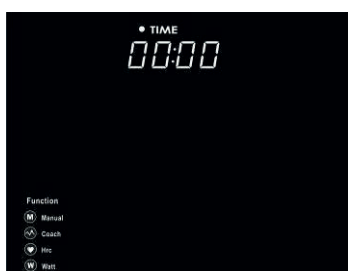

Fig. 3
3. Sélectionnez **MANUAL** pour vous entraîner en mode manuel. Le cas échéant, réglez le temps, les calories, la distance ou le pouls comme valeur par défaut (figures 3 à 6) ou appuyez directement sur **START** pour commencer l'entraînement immédiatement. Pendant le réglage, le nom de la fonction et la valeur clignotent (réglage à l'aide des boutons **LEVEL**). Une fois le réglage terminé, appuyez sur le bouton **MODE** pour saisir la valeur de réglage suivante. Appuyez sur le bouton **START** pour démarrer l'entraînement (fig. 7 & 8). Réglez la résistance (**LOAD**) avec **LEVEL**. Appuyez sur le bouton **STOP** ou arrêtez l'entraînement après avoir atteint une valeur prédéfinie, puis appuyez sur **RESET** pour revenir à la page d'accueil.